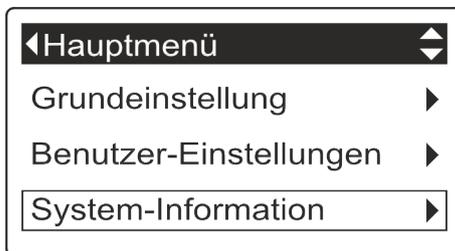

Abb. 11: Hauptmenü
2. betätigen, bis das Menü „System-Information“ ausgewählt ist (Abb. 11).